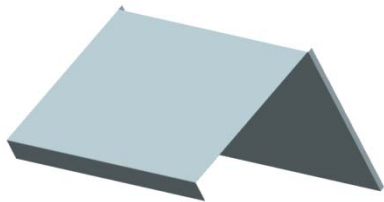

图 11-17 创建弯边特征 4
(10) 在“弯边”对话框中, 单击  按钮, 创建弯边特征 4, 如图 11-17 所示。